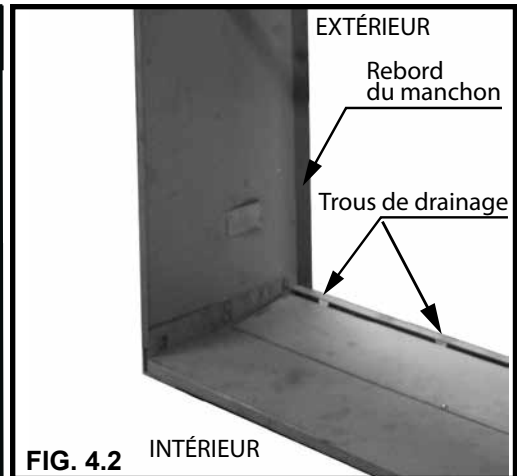

FIG. 4.2 INTÉRIEUR
• LES MURS DE MAÇONNERIE DOIVENT ÊTRE SOUTENUS PAR UN LINTEAU. • PENDANT L'ASSEMBLAGE DU MANCHON MURAL, VEILLEZ À CE QUE LES REBORDS DU PANNEAU LATÉRAL ET LES TROUS DE DRAINAGE DU PANNEAU DE BASE SE TROUVENT SUR LE MÊME CÔTÉ DU MANCHON MURAL. VOIR LA FIG. 4.2.